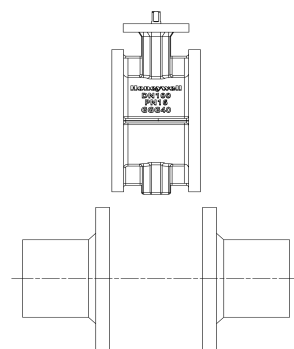

图1 Figure1
- 对齐管路，并确保全开阀门时，阀体与法兰面无实际的表面接触(图1)；
Align the piping, make sure valve disc does not contact the flange surfaces (Figure 1).